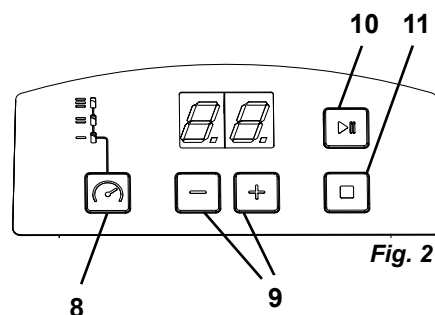

Fig. 2
⇒ Indstil rengøringstiden med tasterne + / - (9, Fig. 2) (indstillingsområde 0 til 30 min.).
⇒ Vælg / indstil intensiteten med knappen (8, Fig. 2).
⇒ Start rengøringsprocessen med start-/pause-tasten (10, Fig. 2).
- Rengøringsprocessen kan altid afsluttes med stop-tasten (11, Fig. 2), før rengøringstiden er forløbet.
⇒ Afslut rengøringsprocessen ved at trykke på stop-tasten (11, Fig. 2).